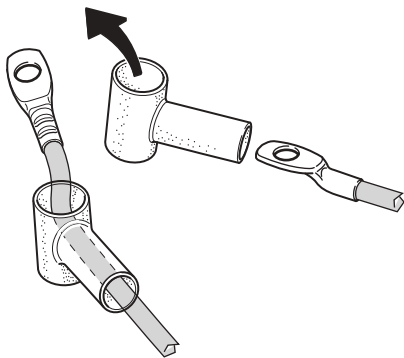

Fig. 45
- Guider les branchements de câble dans les capuchons de protection en caoutchouc (Fig. 45).